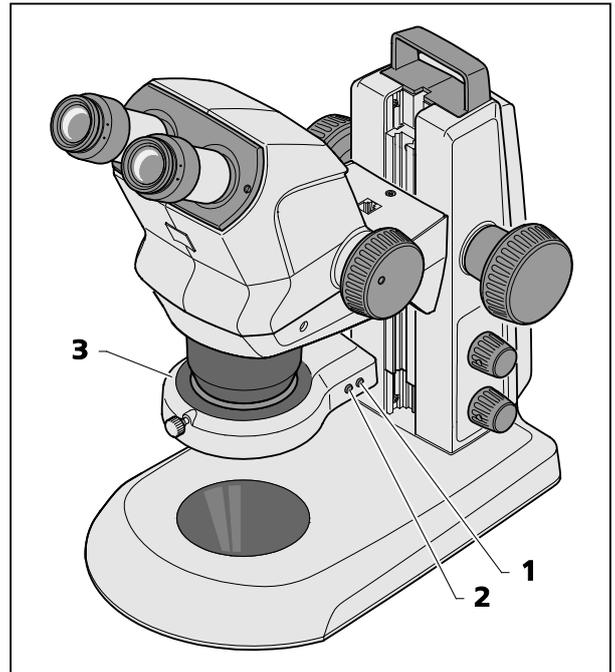

Fig. 17 Lampada anulare
- Premendo successivamente il pulsante anteriore (Fig. 17/2) è possibile scegliere fra quattro stati di illuminazione della lampada anulare (Fig. 17/3):
- Schiacciare brevemente una volta il pulsante posteriore (Fig. 17/1), il segmento regolato girerà sempre in passi di un quadrante, in senso orario.
- Premendo e mantenendo premuto il pulsante posteriore (Fig. 17/1) più di 2 secondi, si mette in rotazione continua il segmento regolato (giro in 1/8 passi circolari, sempre di 1 secondo per giro).
- Premendo di nuovo il pulsante posteriore (Fig. 17/1) si arresta la rotazione, essendo illuminato l'oggetto nuovamente da dietro.